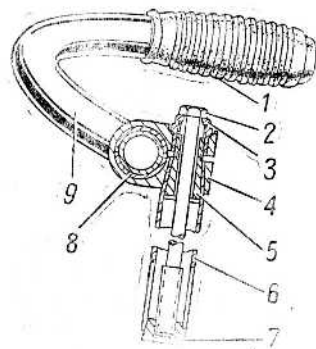

Рис. 2. Руль велосипеда:
2. Для удобной посадки велосипедистов различного роста руль (рис. 2) велосипеда регулируется по высоте и наклону ручек.
Рекомендуется такое положение руля по высоте, при котором ручки руля находились бы выше уровня седла на 100—150 мм, причем изгиб средней части руля должен быть направлен вниз (см. рис. 2). Наклон ручек руля велосипеда определяется удобством положения кисти руки.
Для изменения наклона ручек руля отверните болт 2 (рис. 2) и гайку 3 конуса 5 на два оборота и вращением трубы руля установите требуемый наклон ручек. Затем заверните гайку 3 и болт 2, чтобы